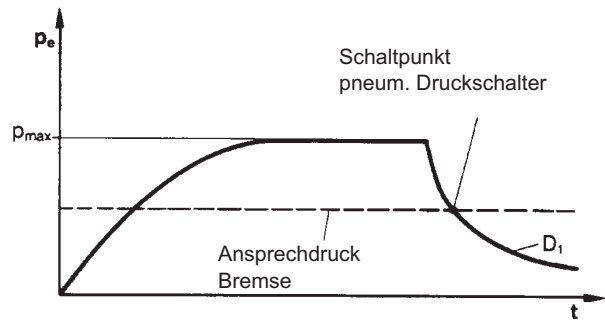

Bild 10: Druckabbau beim Stoppen in OT - „weiche Bremse“ mit pneum. Druckschalter
- über den Druckschalter wird das Ventil beim Ansprechdruck der Bremse geschlossen. Der Druckabbau erfolgt über die Düse: weicher Bremsvorgang (Bild 10).